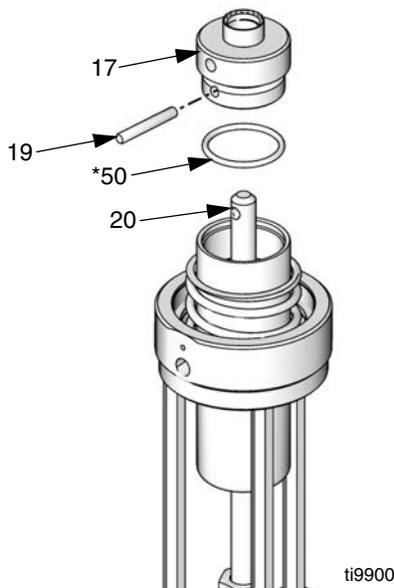

FIG. 14
- Sólo motores neumáticos de serie A:* Retire el pasador de posicionamiento (19) y quite el capuchón del pistón (17) del eje de transferencia (20). Descarte items 17, 19, 50. Vea la FIG. 14.